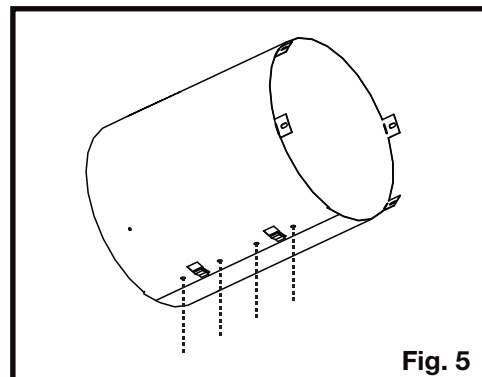

Fig. 5
5. Assurez-vous que les deux extrémités s'alignent et fixez les extrémités avec des agrafes et des attaches (**Figure 5**).